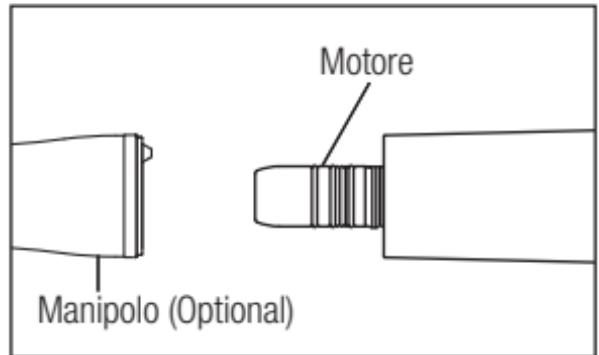

Fig. 2
- 1) Collegare il manipolo direttamente al motore. (Fig.2) Se si collega un manipolo ottico, ruotare il manipolo finchè si blocca in sede con uno scatto.